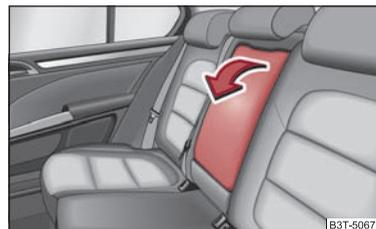

Abb. 75 Rücksitze: Armlehne
- Die Armlehne können Sie zur Komforterhöhung herunterklappen ⇒ Abb. 75. ■